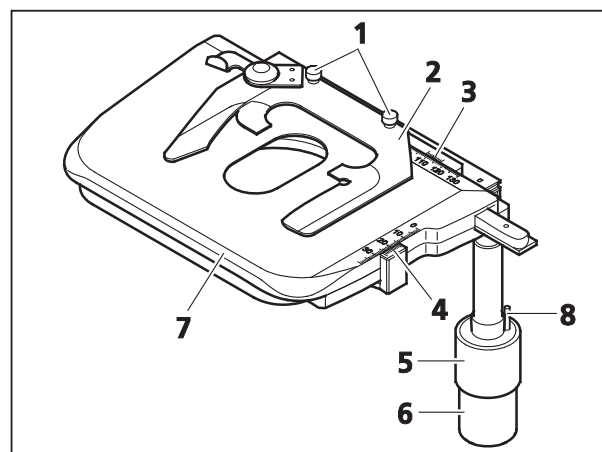
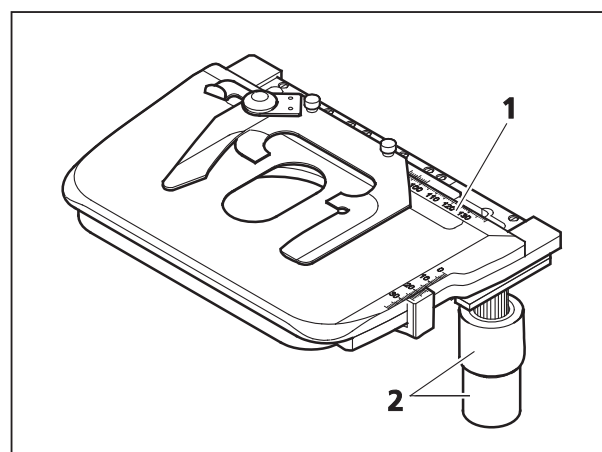

Fig. 2-14 Platine à mouvements croisés 75x30 R avec guide-objet
Fig. 2-15 Platine ergonomique à mouvements croisés 75x30 avec molette fixe
- Platine à mouvements croisés (Fig. 2-14/7) pour réception, positionnement et fixation des préparations avec guide-objet.
- Guide-objet (Fig. 2-14/2) à une seule main ou guide-objet pour chambres de comptage (interchangeables après dévissage des deux vis moletées, Fig. 2-14/1).
- Molettes de réglage des déplacements de la platine en X (Fig. 2-14/6) et en Y (Fig. 2-14/5). Les molettes de réglage des déplacements X et Y de la platine sont réglables en hauteur et en friction, en fonction des besoins de l'utilisateur. L'outillage requis pour cela (Fig. 2-14/8) se trouve dans la molette de réglage supérieure.
- Échelle numérique avec vernier pour l'affichage de la course en X (Fig. 2-14/3) et en Y (Fig. 2-14/4).
- Molettes de réglage côté droit (R) ou côté gauche (L) selon l'exécution.
- Il existe également une platine à mouvements croisés (Fig. 2-15/1) avec une molette de réglage X-Y ergonomique et fixe (Fig. 2-15/2) sur le côté droit.